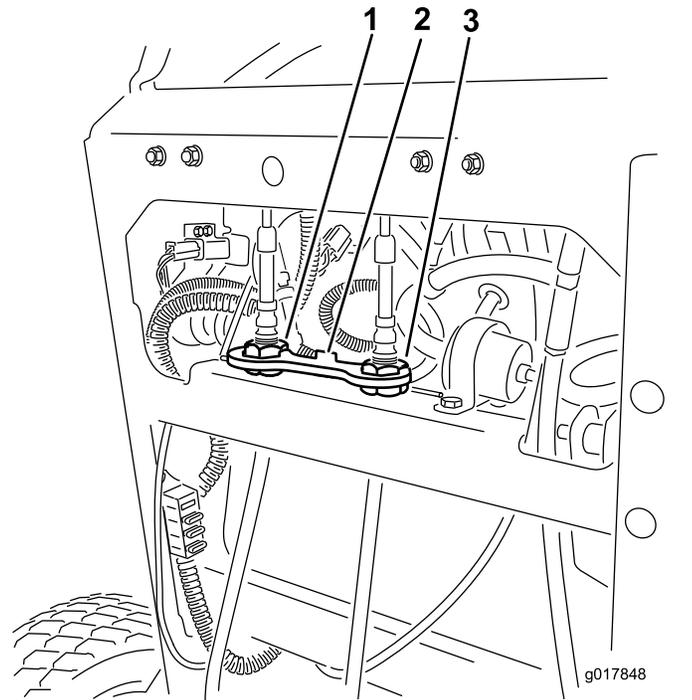

Figura 67
6. Montate il blocco del cavo sui dadi di regolazione del cavo per fissare la regolazione (Figura 67).